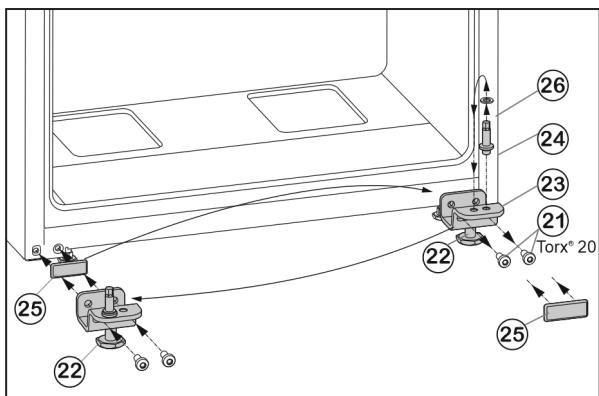

Fig. 7
- ▶ Odvijte pričvrsne vijke Fig. 7 (21).
- ▶ Skinite cijeli podložak ležaja dolje Fig. 7 (23) zajedno sa svornjakom ležaja Fig. 7 (24), pločicom Fig. 7 (26) i podesivom nožicom Fig. 7 (22).
- ▶ Potpuno odvijte svornjak ležaja Fig. 7 (24) zajedno s pločicom Fig. 7 (26), premjestite ga u suprotnu prihvatu rupu podloška ležaja i ponovo zavijte.
- ▶ Pažljivo skinite poklopac Fig. 7 (25) i premjestite ga na drugu stranu.
- ▶ Cijeli podložak ležaja dolje Fig. 7 (23) zajedno sa svornjakom ležaja Fig. 7 (24), pločicom Fig. 7 (26) ipodesivom nožicom Fig. 7 (22) ponovno pričvrstite na novoj strani šarke, po potrebi uz pomoć odvijača na baterije (**s 4 Nm**).
- ▶ Stavite vrata odozgo na svornjak ležaja Fig. 7 (24).
- ▶ Odvijte podesivu nožicu Fig. 7 (22) napodlošku ležaja dolje Fig. 7 (23) tako da se podupre o pod.